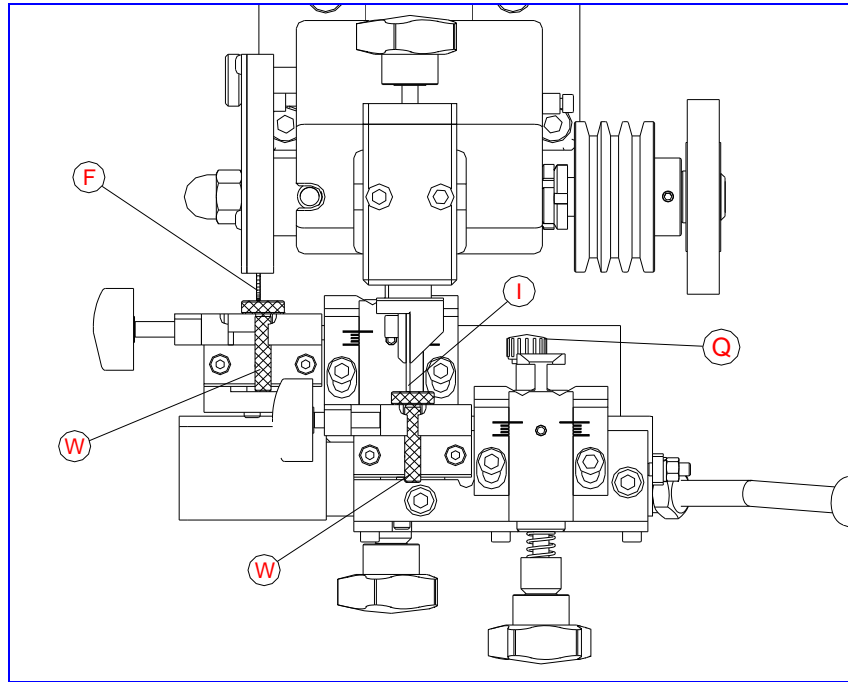

Fig.2
- Acercar las mordazas hacia el índice copiador (I) y la fresa (F), girar manualmente la fresa en el sentido opuesto al de funcionamiento, hasta dar una vuelta completa de forma que las piezas de reglaje se coincidan sobre el índice copiador y la fresa.
- Soltar el prisionero(P)Girar el pomo(Y) hasta que la fresa toque la varilla de reglaje.
- Repetir la misma operación colocando la posición del carro(R2) con la referencia (S) para comprobar que la mordaza para las llaves frontales y ranuras verticales este bien reglada. Para ello utilizar la varilla de reglaje W tal y como se representa en la Fig.2